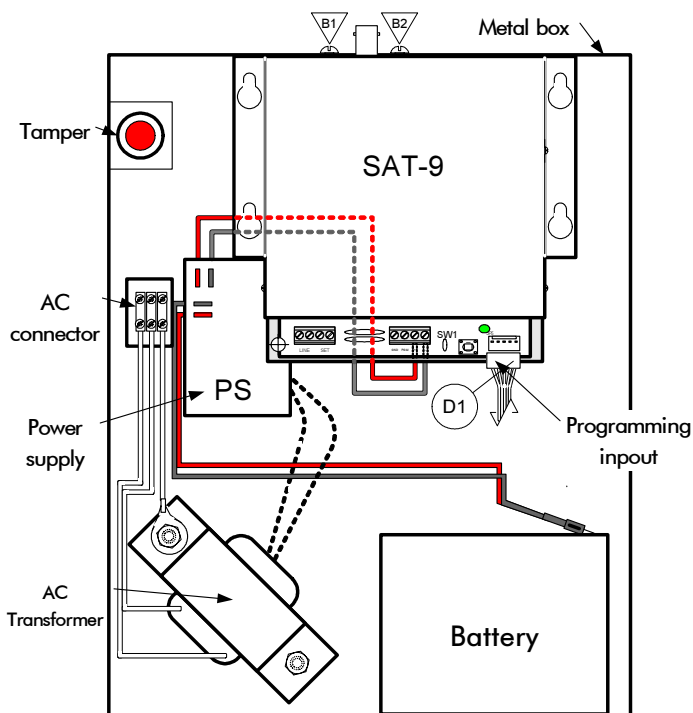

Figura 4 - TD-900
- 1 Abra la gabinete TD-900 y ubique el SAT-9 (vea la Figura 4)
- 4 Retire los dos tornillos (B1 & B2) que sujetan el SAT-9 en la caja y delicadamente retírelo (vea la Figura 4)